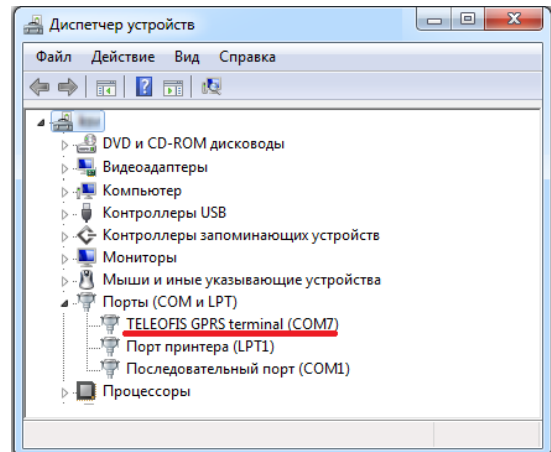

Рис. 24. Терминал WRX в ОС Windows.
3. После инсталляции драйвера в системе появится новый виртуальный COM порт: «**TELEOFIS GPRS Terminal**». Узнать номер порта и проверить правильность установки драйвера модема можно в диспетчере устройств (**Система** → **Диспетчер устройств**) в разделе **COM и LPT порты** (Рис. 24).